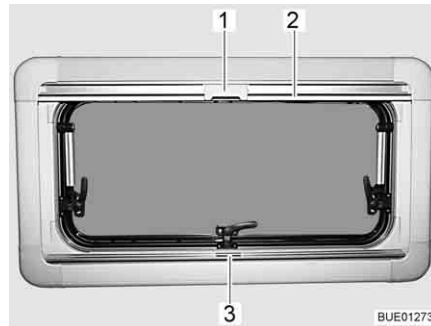

Bild 88 Överkantshängt fönster
**Stänga:** ■ Ta tag i mitten på plisségardinens list (Bild 88,3) och drag den nerifrån och uppåt och släpp den vid önskad höjd. Plisségardinen stannar på denna höjd.
**Stänga:** ■ Drag, med listen, (Bild 88,2) ner insektsnätet tills listen stöter mot plisségardinen (Bild 88,3).
■ Lås fast insektsnätets spärr (Bild 88,1) på plisségardinens list.
**Öppna:** ■ Tryck spärren (Bild 88,1) upptill på insektsnätet bakåt.
■ För långsamt tillbaka insektsnätet med listen (Bild 88,2).